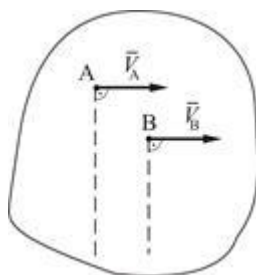

Рис. 26. МЦС для случая параллельно направленных скоростей
6. Известны две скорости $\vec{V}_A$ и $\vec{V}_B$, тогда МЦС уходит в бесконечность и определить его невозможно (рис. 26).